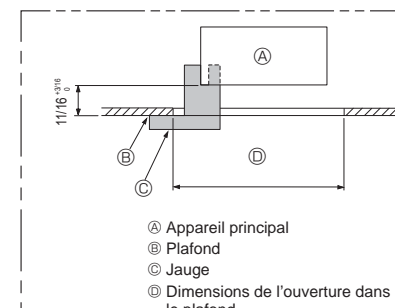

Fig. 3-7
- S'assurer que le point A s'effectue dans une fourchette allant de 17 à 22 mm, 11/16 to 3/4 pouces. Le non respect de cette marge pourrait être à l'origine de certains dégâts. (Fig. 3-7)